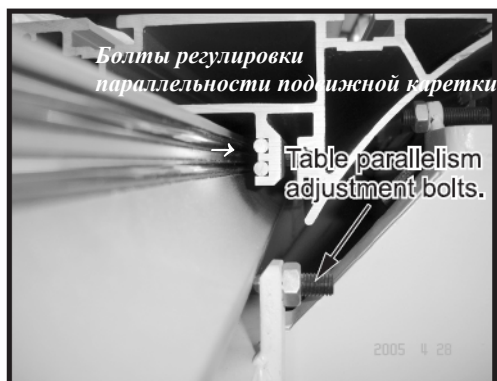

Fig. 69
8. С помощью измерительной линейки измеряйте величину зазора с обеих сторон подвижной каретки, при этом второй человек должен медленно производить регулировку ее положения с помощью регулировочных болтов (см. рис. 69) – до тех пор, пока зазор с обеих сторон каретки не станет одинаковым.